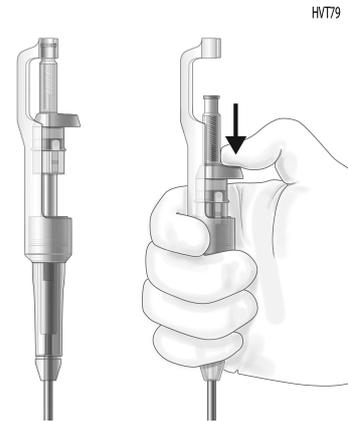

Figura 17
8. Avance el catéter balón de manera distal hasta que el catéter encaje en el lugar y se oiga un "clic" perceptible (Figura 17). Asegúrese de estabilizar el mango a medida que avanza el catéter balón.